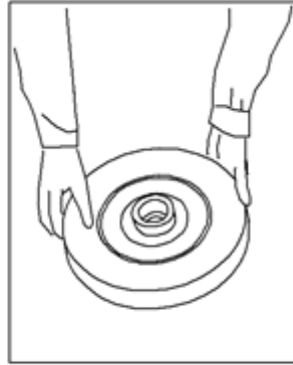

Рис. 6.11.6
- (1) Проверьте, имеется ли какая-либо маркировка или наклейки. Установите
- круг на фланец как на Рис.6.11.6 не нажимайте на круг со слишком большим усилием. Удалите крошки и сколы в отверстиях круга, для насаживания его без усилия и сопротивления.
- (2) Вставка крышки фланца